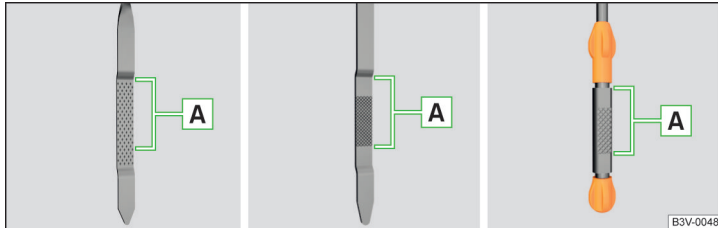

Abb. 154 Ölmessstabvarianten
Der Ölstand muss im Bereich **A** liegen » Abb. 154. Liegt der Ölstand unterhalb des Bereichs **A**, das Öl nachfüllen.
- Der Ölstand darf keinesfalls außerhalb des Bereichs **A** liegen » Abb. 154 - es besteht die Gefahr der Beschädigung des Motors sowie der Abgasanlage.